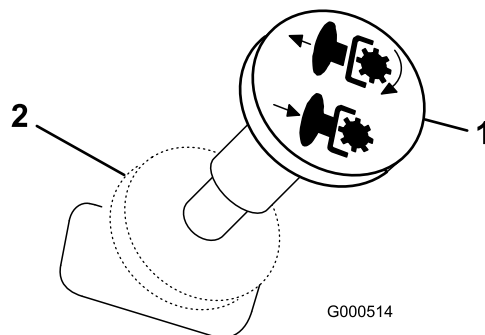

Figure 7
2. Désengagez les lames en plaçant la commande des lames en position désengagée (Figure 7).